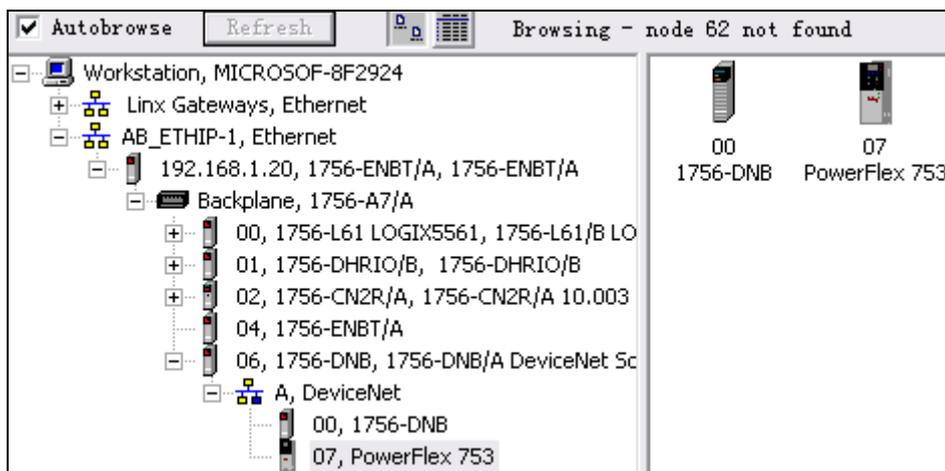

图 1-140 查看 DeviceNet 网络
7. 用户可通过 ControlLogix 背板的“透明”网关功能，访问 DeviceNet 网络上的设备，如图 1-140 所示。如果 DeviceNet 网络上没有扫到变频器的话，请首先导入 PowerFlex 753 的 EDS 文件，请按下面的步骤进行操作。